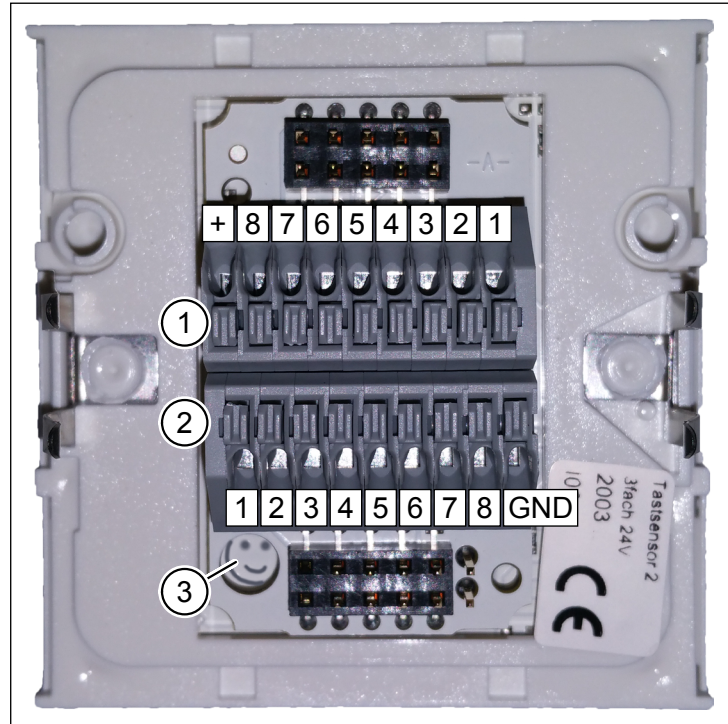
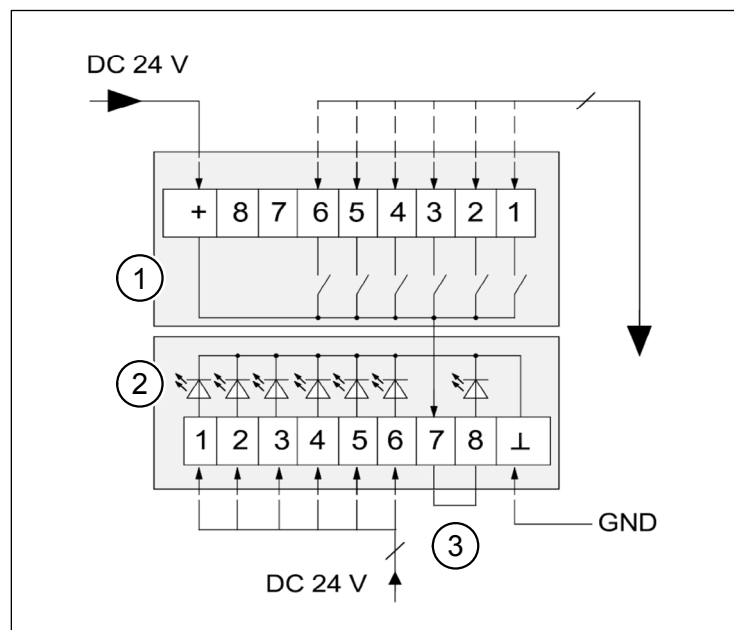

Abb. 3: Rückseite mit Klemmenblöcken
Abb. 4: Anschlussplan Tastsensor InControl
- ▶ Beachten Sie zur Orientierung die Lage des Smileys (Pos. 3 in Abb. 3). Nur in dieser Lage stimmen die Anschlüsse der Klemmenblöcke mit den Anschlussbezeichnungen im Anschlussplan (Abb. 4) überein.
- ▶ Der Tastsensor InControl verfügt über eine Hintergrundbeleuchtung, die bei Bedarf aktiviert werden kann. Legen Sie eine Brücke (Pos. 3 in Abb. 4) zwischen Klemme 7 und Klemme 8 des Klemmenblocks für LEDs, um die Hintergrundbeleuchtung mit 24 V DC zu versorgen.